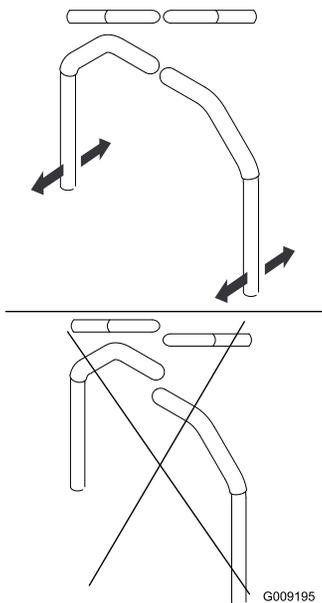

Figure 66
4. Réglez l'alignement avant/arrière des leviers en les plaçant simultanément à la position point mort puis faites-les coulisser jusqu'à ce qu'ils soient alignés, puis serrez les boulons (Figure 66).